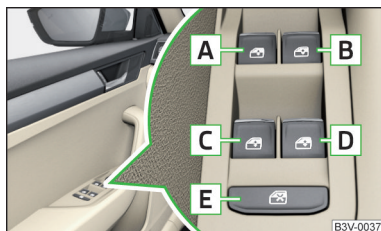

Abb. 46
**Tasten der Fensterheber** » Abb. 46
» Die Taste  » Abb. 46 drücken.
Nach dem Öffnen der Fahrer- oder Beifahrertür ist die Komfortbedienung der Fenster nur über die Taste  » Abb. 46 möglich, indem diese für ca. 2 s gedrückt bzw. gezogen wird.
➤ Die Taste **A** » *Abb. 46 auf Seite 65* in der Öffnungsstellung halten.
➤ Die Taste **A** » *Abb. 46 auf Seite 65* in der Schließstellung halten.